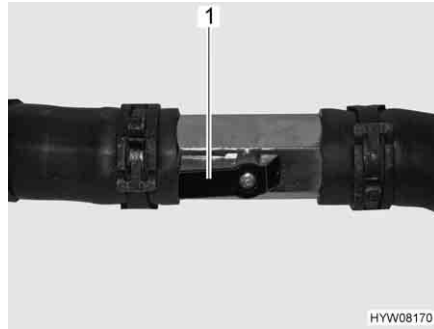

Fig. 198 Llave de paso abierta
- Poner la palanca (Fig. 198,1) en la posición paralela a la tubería (Fig. 198). Cuanto más se abra la llave de paso tanto más alta será la potencia calorífica.